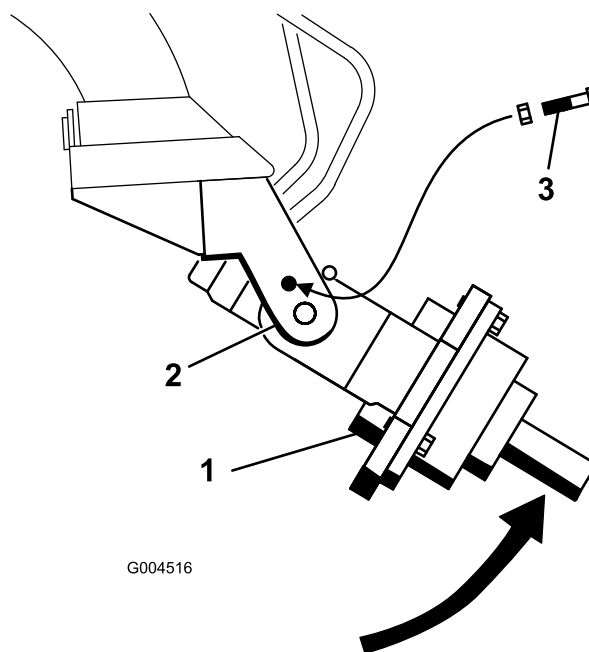

Figura 5
5. Rotiți manual capul de antrenare al melcului în sus, până când puteți glisa un urub ($\frac{1}{2} \times 2 \frac{1}{2}$ ") în orificiul din braul suportului, fixând capul de antrenare. Fixați uor urubul cu o piuliă ($\frac{1}{2}$ ") aa cum se arată în Figura 5.
3. Rotii manual capul de antrenare al melcului în sus, până când puteți glisa un urub ($\frac{1}{2} \times 2 \frac{1}{2}$ ") în orificiul din brațul suportului, fixând capul de antrenare. Fixați ușor urubul cu o piuliță ($\frac{1}{2}$ ") așa cum se arată în Figura 5.